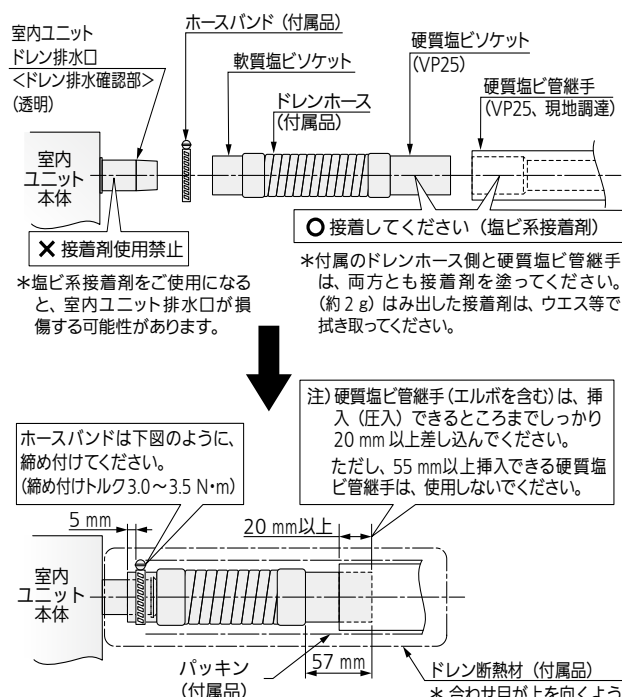

図25
- 図25のようにドレン排水口の段差までドレンホースを挿入し、ホースバンドを段差から5 mmはなしたところに、しっかりと締め付けてください。(締め付けトルクは3.0 ~ 3.5 N・m)
- ドレン排水確認後、パッキン（付属品）をドレン排水確認部の付け根よりドレンホースを被うように隙間なく巻いてください。パッキンの合わせ目が上を向くようにしてください。その上にドレン断熱材（付属品）を合わせ目が上を向くように巻き付けてください。（15ページ 図25）